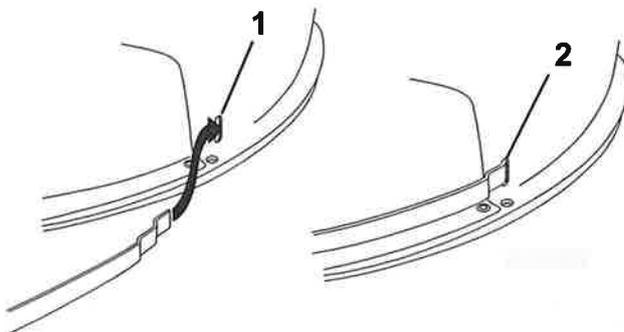

Figure 21
13. Rapprochez les extrémités des 2 bandes qui entourent l'obturateur Recycler, comme illustré (Figure 21).